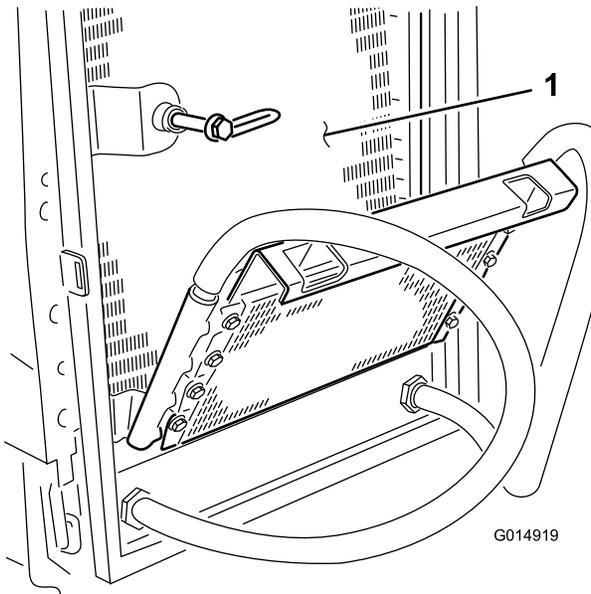

Figura 44
8. Pulite accuratamente entrambi i lati del radiatore dell'olio. Dopo aver pulito a fondo il radiatore e i refrigeratori dell'olio, eliminate i detriti che possono essersi depositati in altre parti della macchina (Figura 44) con aria compressa.